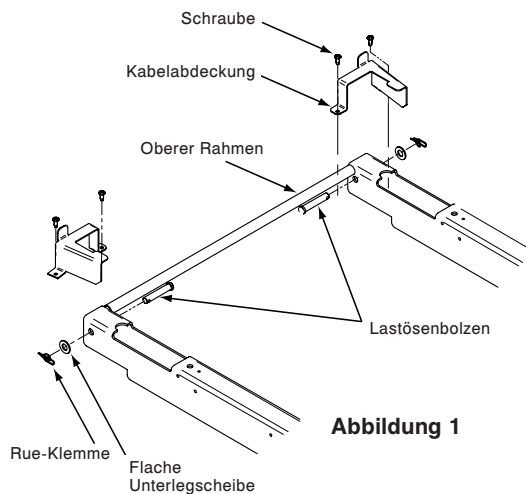

Abbildung 1
4. Mit einem Phillips-Schraubendreher die beiden Schrauben, mit denen die Kabelabdeckung am Kopfbereichsrahmen befestigt sind, lösen (Abbildung 1).